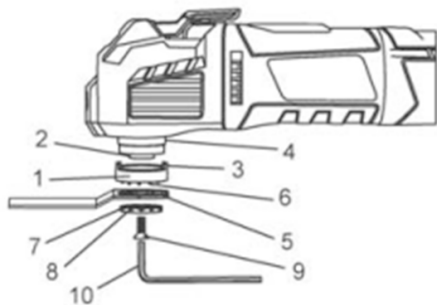

Fig. 5 – Instruções para troca de acessórios fechados
- a. Coloque a arruela acessória interna (1) no eixo (2) (Fig. 5).